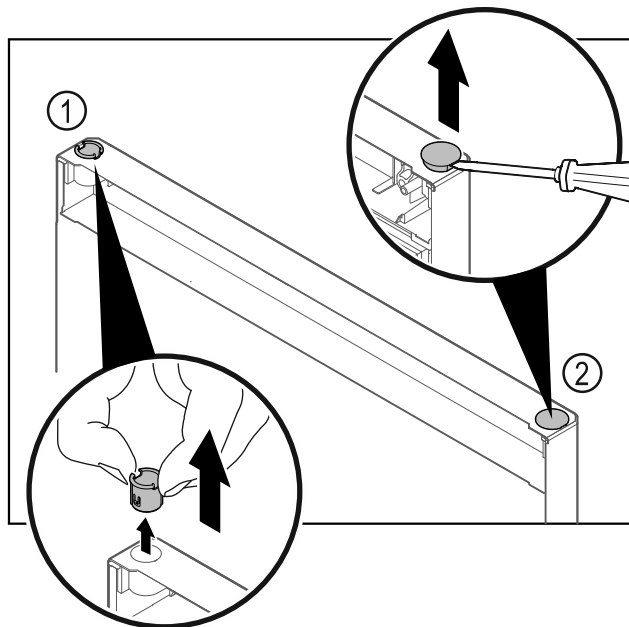

Fig. 18
- ▶ Wyjąć palcami tuleję zawiasu Fig. 18 (1).
- ▶ Zatyczkę osłonki Fig. 18 (2) ostrożnie podważyć przy pomocy śrubokręta płaskiego i wyjąć.